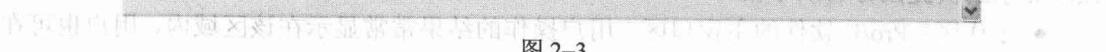

图 2-3
- **信息显示区**: 位于窗口工作区的顶部，对当前窗口中的操作作出简要说明或提示，对于需要输入数据的操作，会在该区出现一文本框，供用户输入数据使用，如图 2-3 所示。